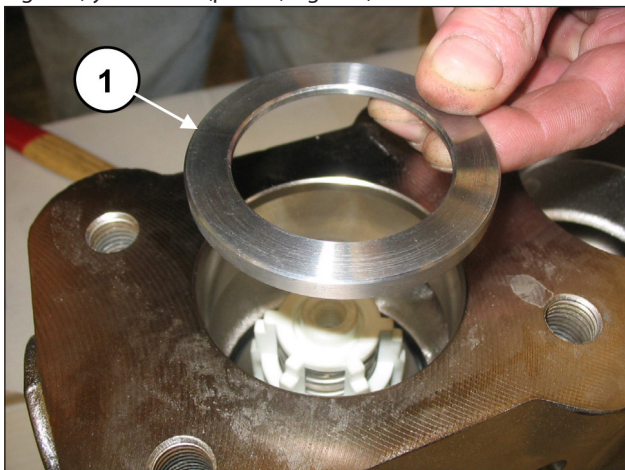
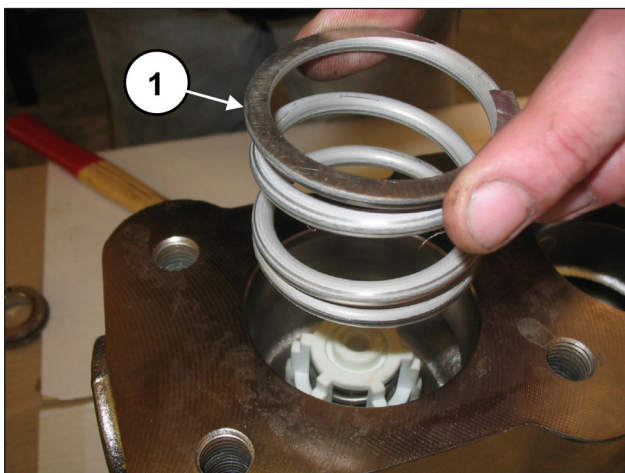

Fig. 123
Fig. 124
Introducir la anilla del alojamiento de la válvula (pos. ①, Fig. 123) y el muelle (pos. ①, Fig. 124).